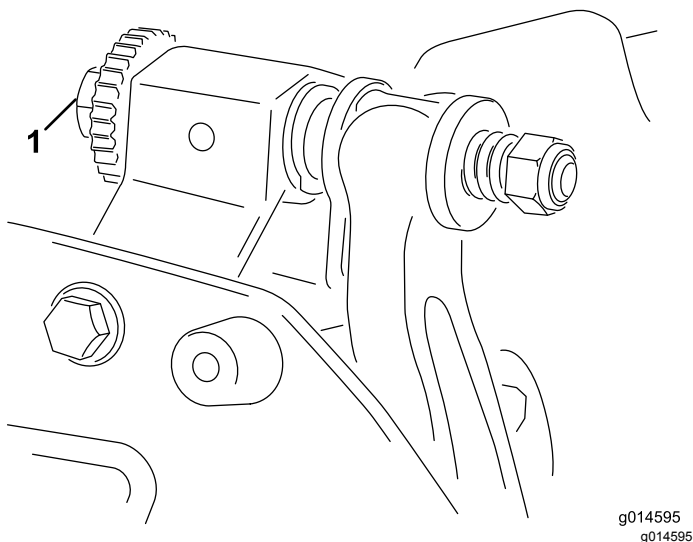

Figura 9
- Si no se nota ningún contacto, gire los pomos de ajuste en sentido horario (**Figura 9**), un clic a la vez, hasta que se note y se oiga un contacto ligero.
6. Gire el tornillo de ajuste derecho de la barra de asiento (Figura 9) hasta que note una ligera presión en el suplemento al moverlo de un lado a otro. Retire el suplemento.